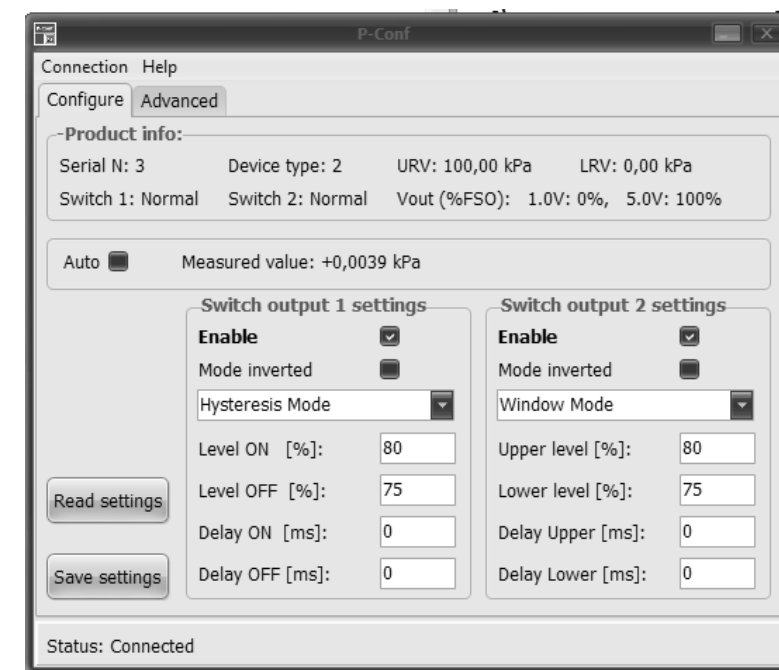

Рисунок 4 – Основное окно программы
3) выбрать команду «**Connection** ▶ **Connect**» – после удачного соединения ПО с настраиваемым изделием появится основное окно с доступными настройками на вкладке «Configure» (рисунок 4).
**Switch 1 (2):** – режим работы реле 1 (2): Normal – нормальный; Inverted – инверсный;